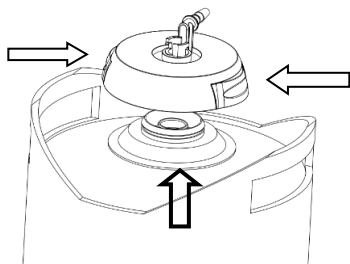

Figure 16
5. Appuyez sur les boutons gauche et droit du dispositif de la vanne pour le retirer du fût de bière vide (comme illustré sur la figure 16).